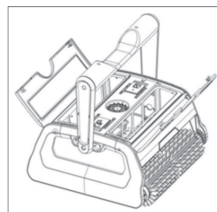

Figura 2
- Abra ambos lados de la cubierta (véase Figura 2).